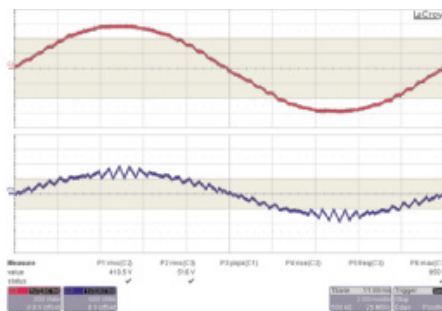

Рис.3: форма волны с LCL фильтром
**4. LCL фильтр:** это сводит к минимуму пульсации высокочастотного тока, чтобы предотвратить перегрев электрооборудования, подключенного к сети (см. рис. 3).